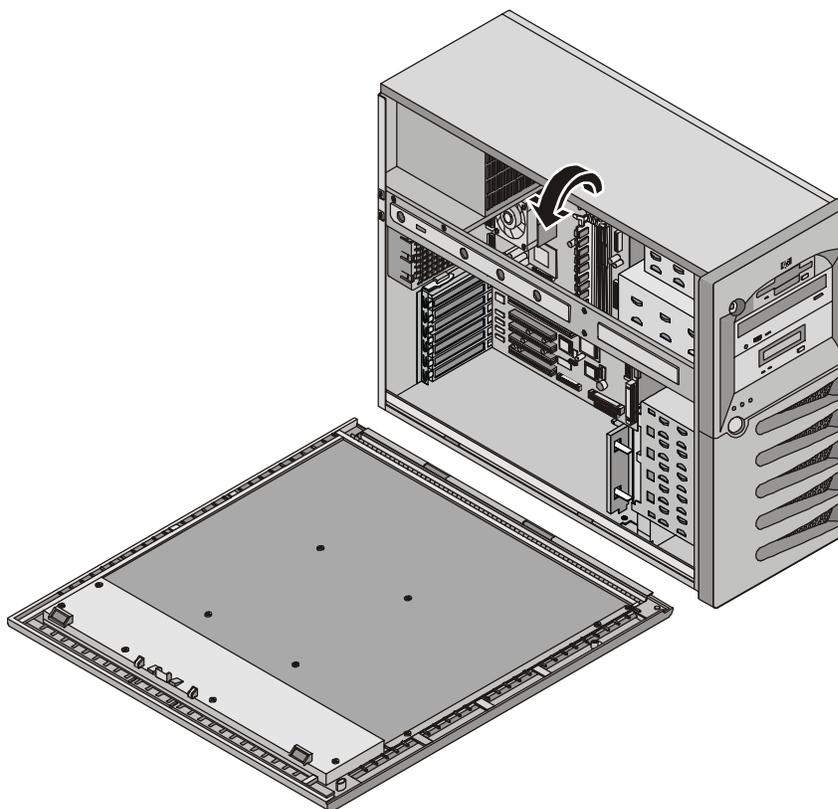

Figure 3-4. Panneau latéral (ouvert)
- Les cartes système, le module d'alimentation, l'assemblage du ventilateur et les cartes PCI sont accessibles par le panneau latéral. Voir Figure 3-4.
3. Soulevez le verrou et ouvrez le panneau. Voir Figure 3-4.